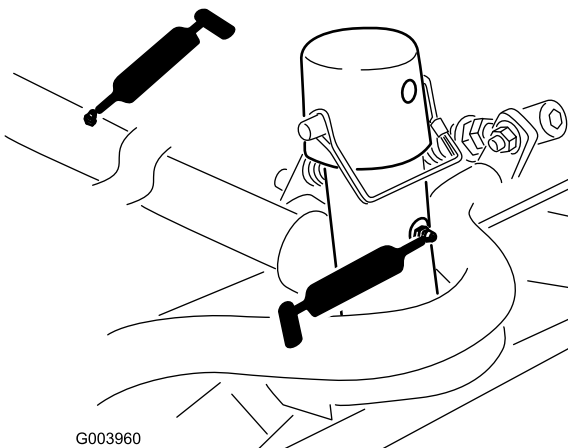

**Bild 52**
- Mähwerkträgerrahmen und Drehzapfen (2 Stück) (Bild 52)